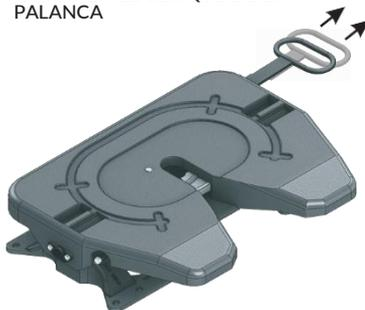

FIGURA 53
- Tirar de la palanca hacia afuera cerca de 400 mm del borde de la quinta rueda y trabar en el encastre que existe en la palanca. Esta debe permanecer totalmente hacia afuera cuando se la suelte (FIGURA 53);